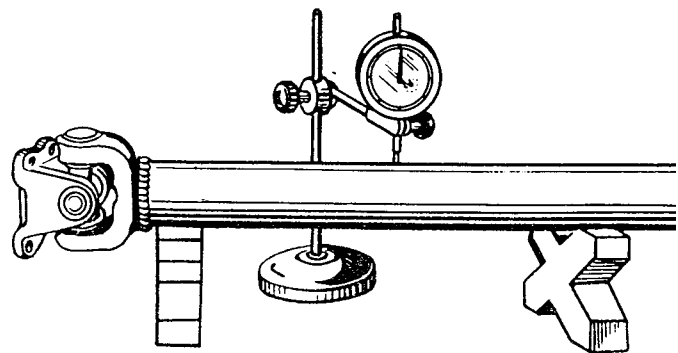

Bild 127. Messung des Schlags des Gelenkwellenrohrs
1. Gebogene Welle richten bzw. auswechseln. Nach dem Richten soll der Wellenschlag 0,6 mm an jedem beliebigen Punkt in ihrer Länge nicht übersteigen. Die Welle ist auf Prismen zu richten (Bild 127).